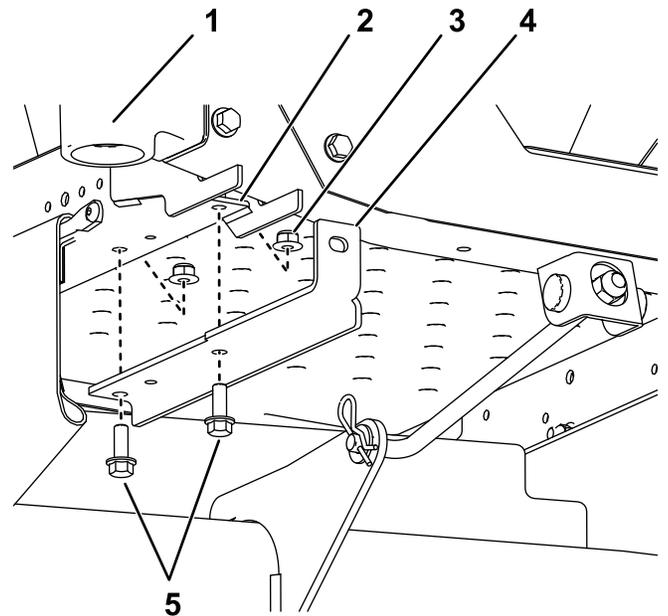

Figure 3
1. Fixez les supports de montage des masses sur le dessous du cadre au moyen de 2 boulons (3/8" x 1") et 2 contre-écrous (3/8"), comme montré à la Figure 3.